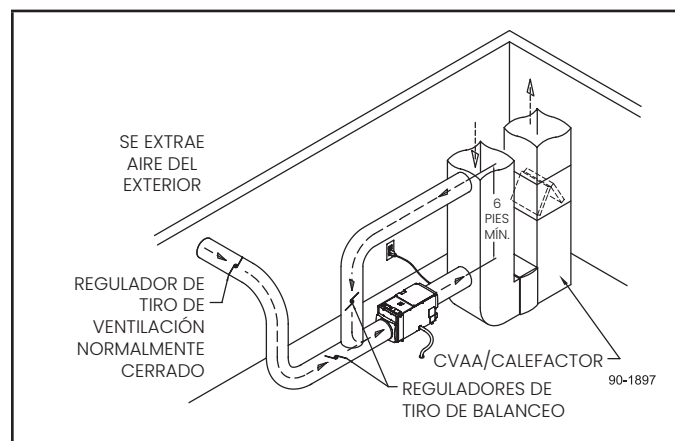

Figura 26. Instalación de la ventilación de control directo en zona única
Cuando el deshumidificador esté configurado para zona única y no se haya instalado un control externo, el deshumidificador encenderá su soplador y medirá la humedad relativa (RH) del aire que entra a él durante la ventilación cuando esté conectado con conductos como se muestra en la **Figura 26**. Si la RH del aire que entra en el deshumidificador es más alta que la establecida, el compresor del deshumidificador se encenderá para eliminar la humedad.